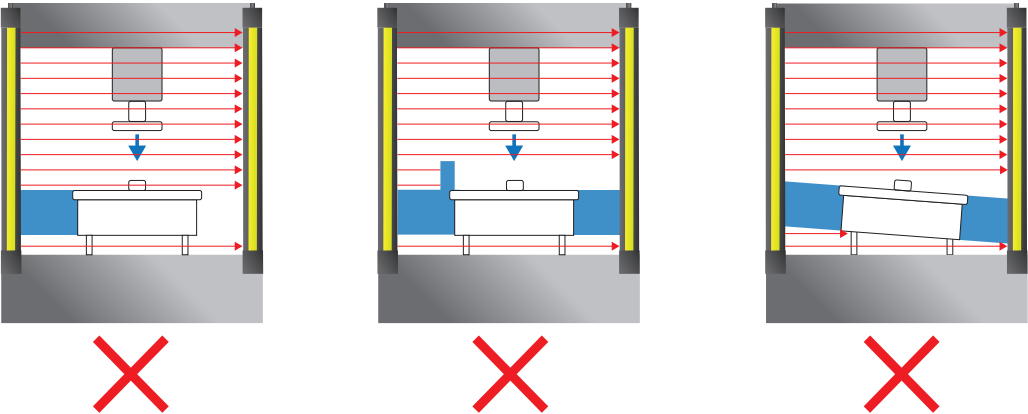

Figure 22: Prevención de la formación de sombras
- Debe colocarse una estructura mecánica para garantizar que no se produzca «sombreado» (consulte Figure 22).